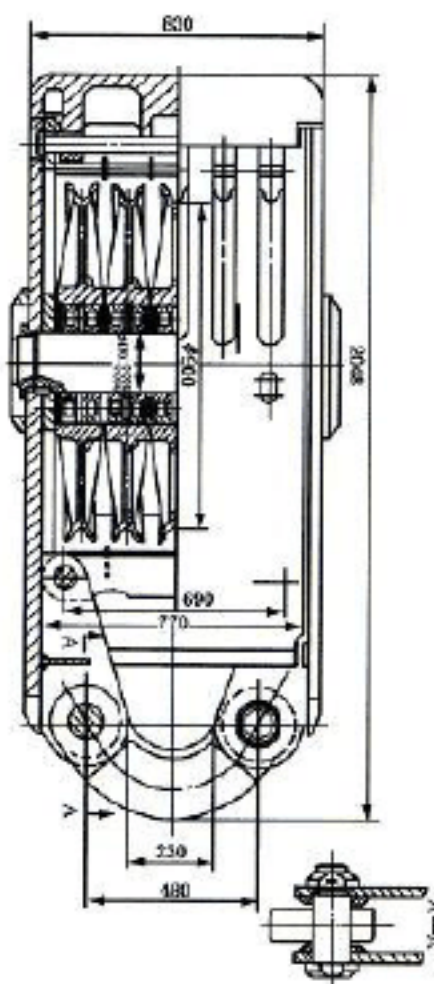

图 8-7 游动滑车结构示意图
2. 游动滑车。游动滑车是一组动滑轮，通过钢丝绳与天车组成游动系统，使从绞车滚筒钢丝绳来的拉力变为井下管柱上升或下放的动力，并有减轻动力设备的负荷的作用。结构如图 8-7 所示。